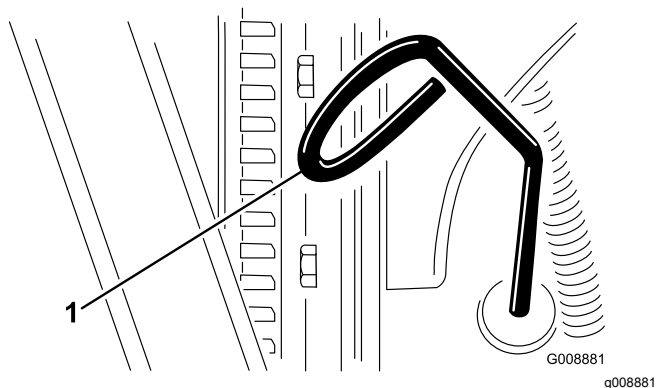

Figura 28
2. Retire la varilla (Figura 28) y límpiela con un paño limpio.